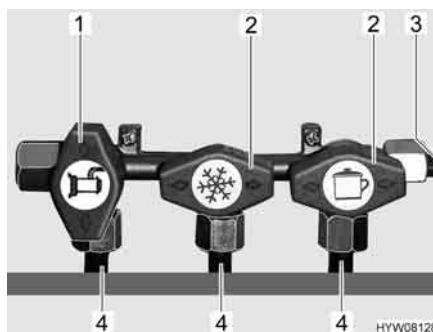

Fig. 86 Posizione dei rubinetti di arresto del gas (esempio)
- Posizionare il rubinetto di arresto del gas dell'apparecchio a gas corrispondente parallelamente (Fig. 86,1) alla tubatura (Fig. 86,4) che alimenta l'apparecchio a gas.
- Posizionare il rubinetto di arresto del gas dell'apparecchio a gas corrispondente trasversalmente (Fig. 86,2) alla tubatura (Fig. 86,4) che alimenta l'apparecchio a gas.